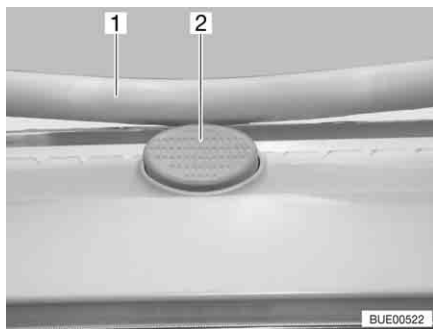

Bild 54 Låsknapp på Heki-takluckan
- Tryck på låsknappen (Bild 54,2) och dra ner bygeln (Bild 54,1) med båda händerna.
- Tryck bygeln uppåt med båda händerna tills bygeln ligger ovanför låsknappen (Bild 54,2).
- Tryck på låsknappen (Bild 54,2) och dra ner bygel (Bild 54,1) med båda händerna.